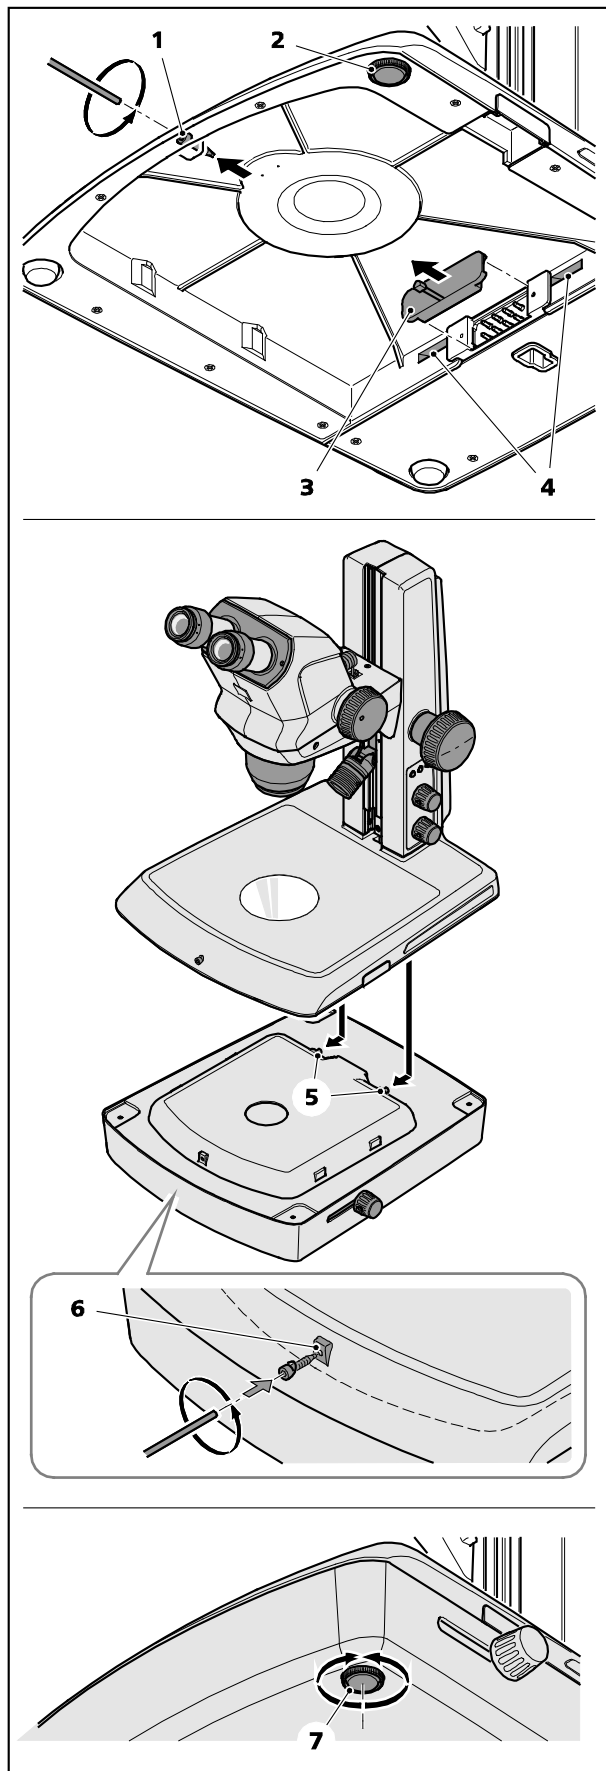

図 3 透過光ユニット M LED の取り付け
- 六角穴付きボルト SW 3 (図 3/1) をスタンドの前面から取り外して脇に置きます。
- 高さ調整可能なスタンドベース (図 3/2) を完全に締め込みます。
- キャップ (図 3/3) を取り外します。
- スタンドを慎重に後方から透過光ユニットにセットし、スタンドプレートと透過光ハウジングが面一になるまで前にスライドさせます。両方の突起 (図 3/5) 切欠き (図 3/4) にかみ合っていること。
- 六角穴付きボルト SW 3 を透過光ユニットのねじ穴 (図 3/6) に締め込み、手で締め付けます。
- スタンドを再びまっすぐ立て、必要に応じて高さ調整可能なベースを調整して、透過光ユニット (図 3/7) 内で傾きがないようにします。